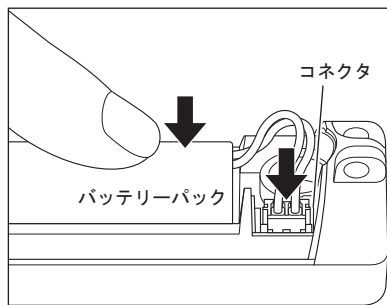

図 15
- 7) ラベルの指示に従い、コネクタを向きを合わせてしっかりと挿し込みます。(図 15)
8) バッテリーパックをハンドピースに装着します。(図 15)